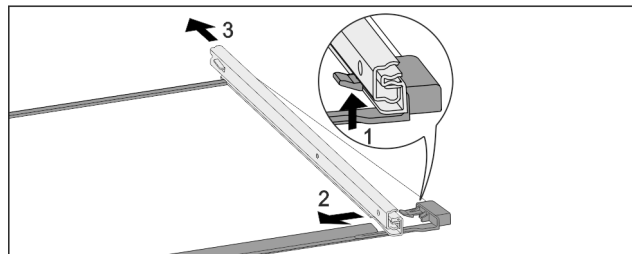

Fig. 157 Staklena ploča s vodilicama
- ▶ Prednji uskočnik pritisnite prema gore. Fig. 157 (1)
- ▶ Izvlačnu vodilicu povucite u stranu Fig. 157 (2) i prema natrag Fig. 157 (3).